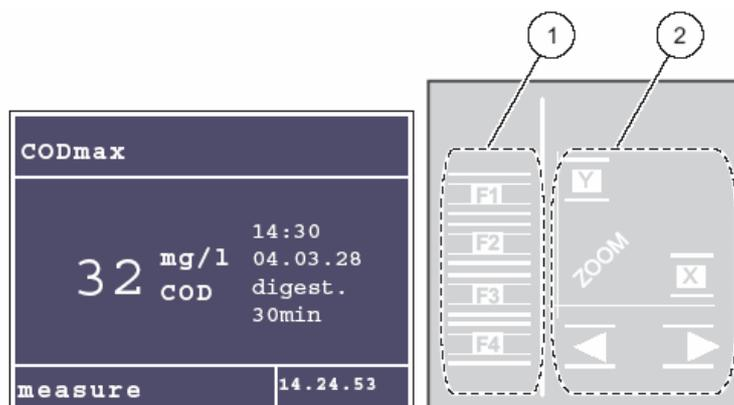
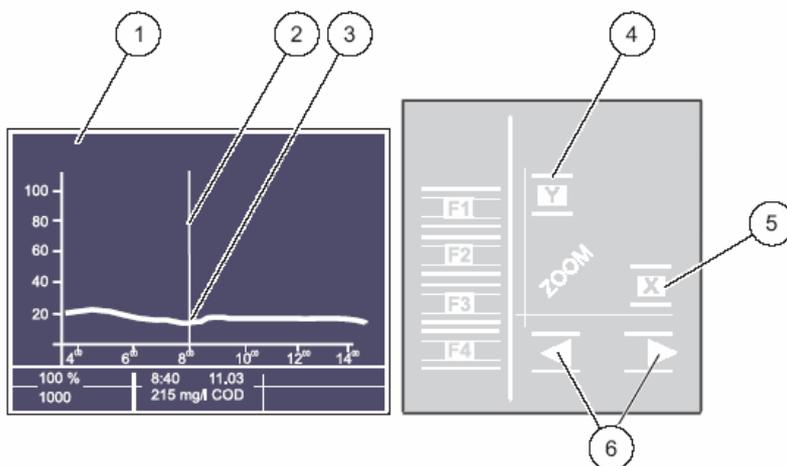

图 20 功能键和图形键
图 22 图形功能
仪器上所有的功能键都是软件控制的。通过显示屏右边的 4 个功能键(图 20 的编号 1)和 4 个图形键(图 20 的编号 2)进行操作。
如果用户按住这 4 个图形键中的任一个保持 3 秒钟（如图 20 中的编号②所示）；显示屏就会切换到曲线图的图形模式下（图 22 的编号①所示）。
使用底部的两个大箭头（图 22 的编号 6）沿着曲线移动光标（图 22 的编号 2）。用户可以在显示的图表下方找到光标/曲线相交点（图 22 的编号 3）的测量值。通过使用 X 键和 Y 键（图 22 的编号 5 和编号 4），用户可以改变相关坐标轴的比例范围。
(图 22, 编号 5) X 轴 (时间轴): 12 小时、24 小时、7 天、28 天
(图 22, 编号 4) Y 轴 (% 百分比显示的测量值): 根据标/曲线相交点, 在此相交点周围的 5%、10%、50%、100%。